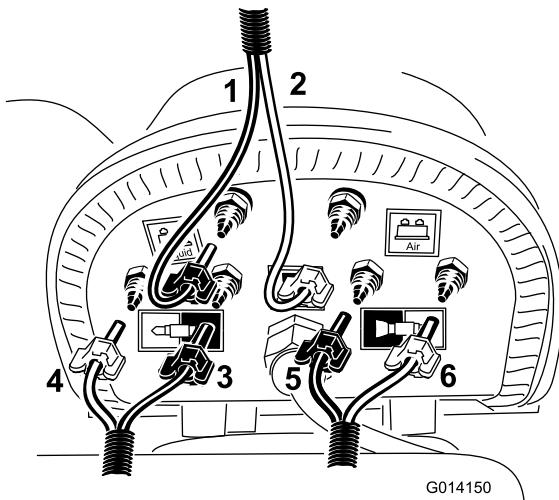

図 16
- C. この青色チューブと透明チューブを、コンプレッサのそれぞれの上バーべに接続する（図 16）。
- F. 左ブームに取り付けた泡ホースに、図 16 のように青と白のチューブを取り付ける。
- G. 右ブームに取り付けた泡ホースに、図 16 のように青と白のチューブを取り付ける。